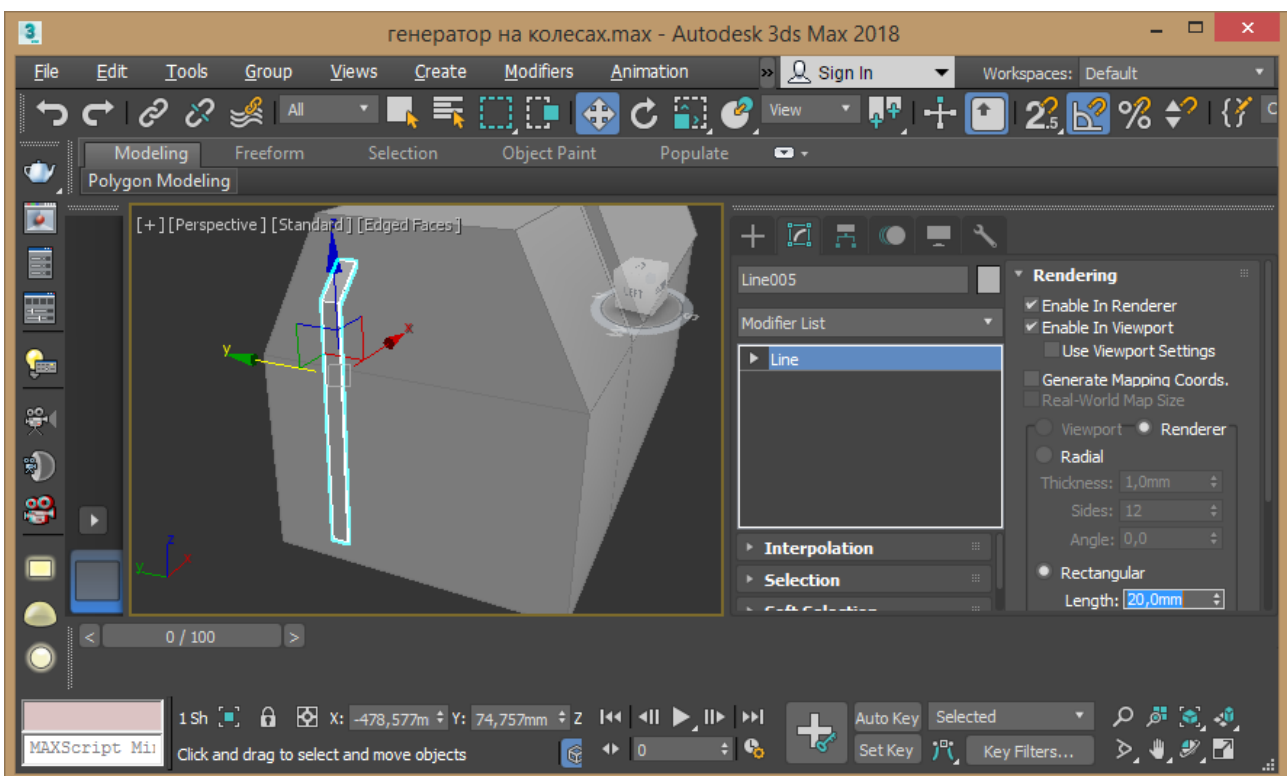

Рис. 2.7 – Створення профілю сходів
7. Перейдіть в видовий екран перспективи і встановіть бічну частину сходів в потрібне місце. Потім увімкніть у вкладці налаштувань лінії Rendering прапорці Enable і задайте лінії прямокутний профіль Rectangular шириною 20 мм (рис. 2.7).